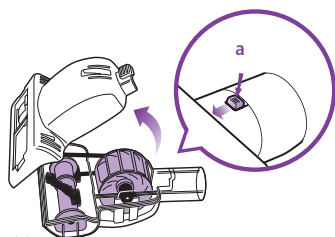

Fig. 29
- 1 Deslice la traba (a) hacia adelante e incline la cubierta inferior hacia arriba para removerla. (Fig. 29)